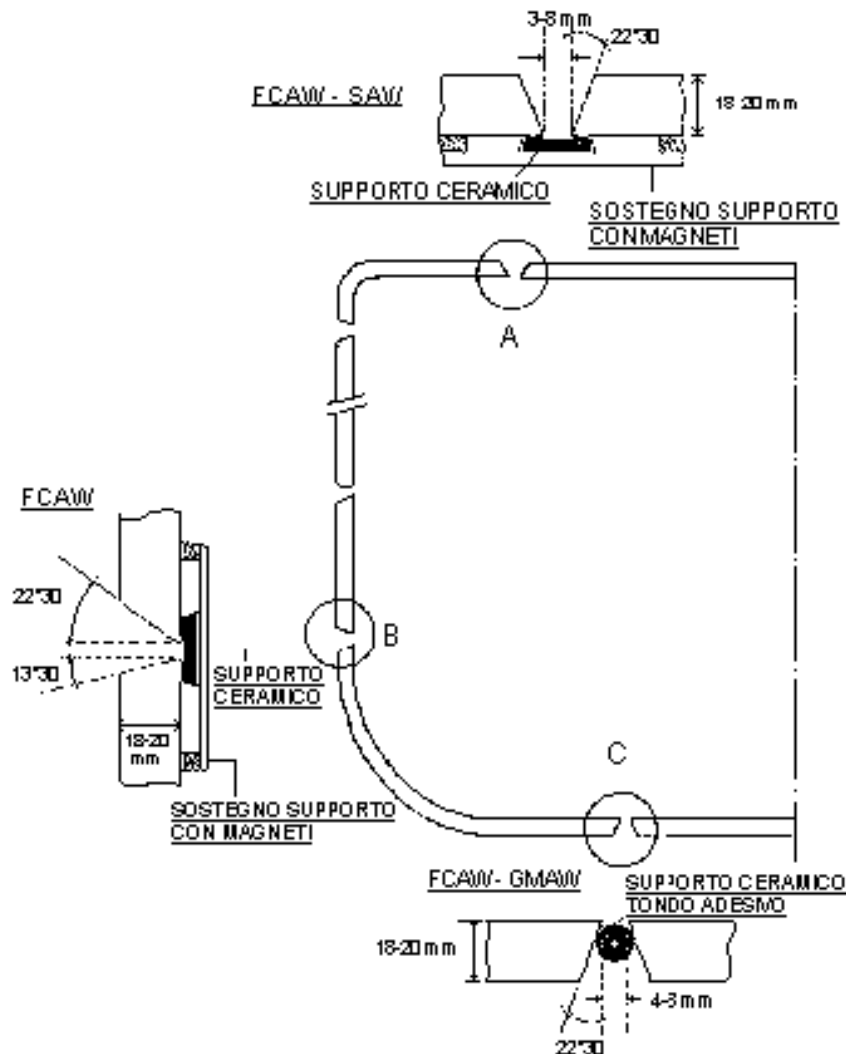

Fig. 5 - Sezione di scafo - saldatura "one-side".
- per alcuni tipi di strutture (ad es. Fig. 5), unico tipo di cianfrino con conseguenti vantaggi economici e, nel rispetto del D.L. 626, un notevole miglioramento delle condizioni di lavoro (quando solo dall'esterno);